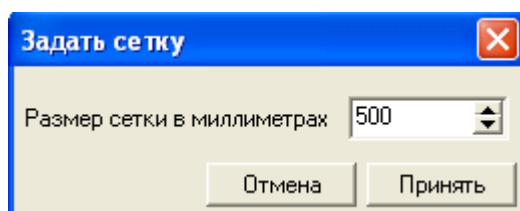

Рис. 3-4. Окно «Задать сетку».
- **Размер сетки.** Этот пункт меню вызывает диалоговое окно (Рис. 3-4), с помощью которого можно задать шаг сетки редактирования, которую можно включить, нажав кнопку «сетка» на панели инструментов. Это диалоговое окно можно также вызвать с помощью контекстного меню, нажав на правую кнопку «мыши» на рабочей области. Размер шага задается в миллиметрах. Использование сетки редактирования позволяет создавать модель ЗУ с точной привязкой к координатам с шагом, определенным пользователем. По умолчанию координатная сетка имеет размеры 500x500 мм.